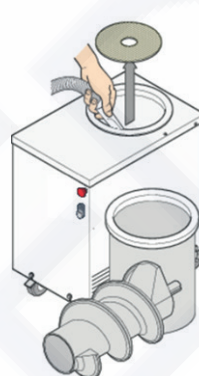

Fig. 8
- solo per il modello PF-AR300 rimuovere il disco in POM (Fig. 8)